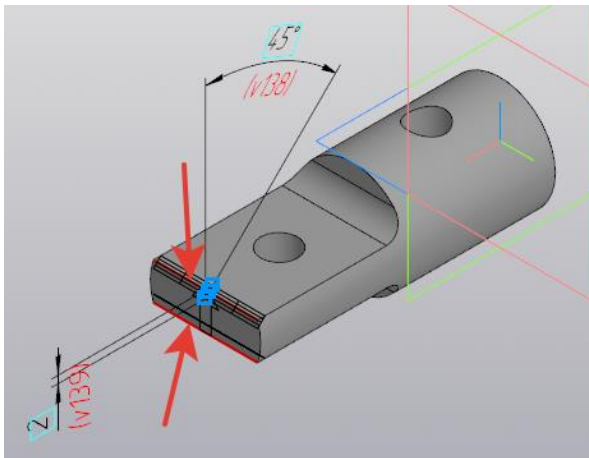

Рисунок 142.
14. На левой грани выполните фаски *Длина* - 2 и *Угол* - 45° (рисунок 142).